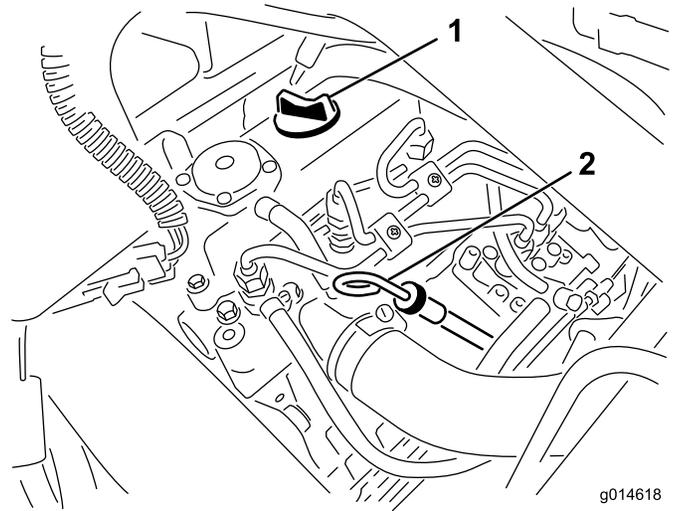

図 32
2. ディップスティックを抜きウェスで一度きれいに拭く(図 32)。